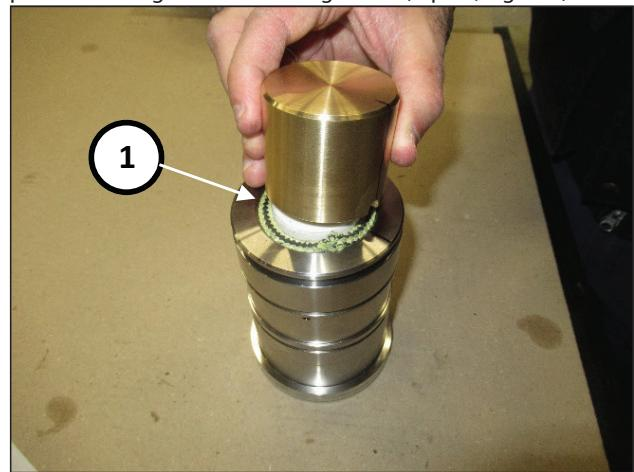

Fig. 181
Utiliser le tampon intérieur de l'outil n° 27945400 pour pousser les bagues dans leur logement (rep. ①, Fig. 181).